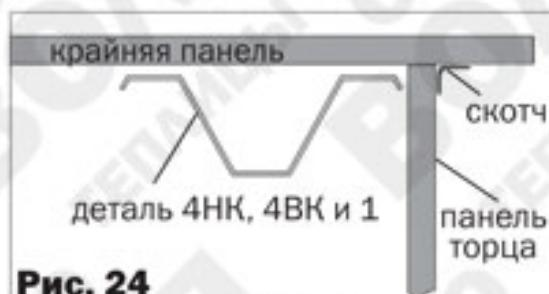

Рис. 24
9. Заклейте стык покрытия между торцами теплицы и верхними панелями скотчем (**рис.24**).